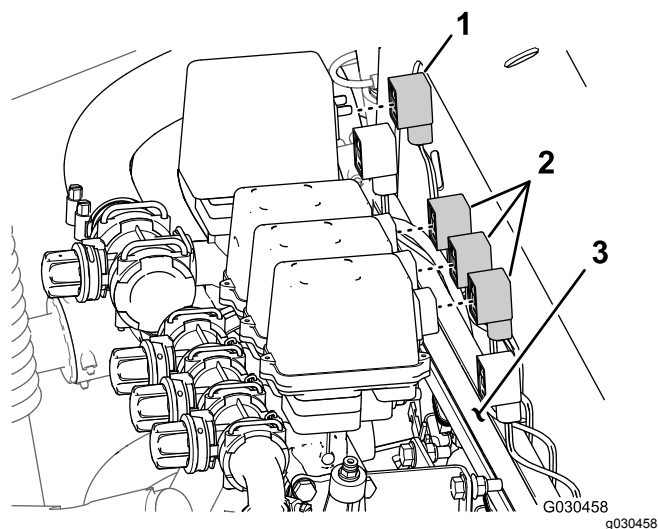

Figura 55
2. En la parte trasera del soporte del distribuidor, desconecte el conector hembra de 3 vías de la válvula de agitación y los conectores hembra de 3 vías de las 3 válvulas de sección de los brazos (Figura 55).